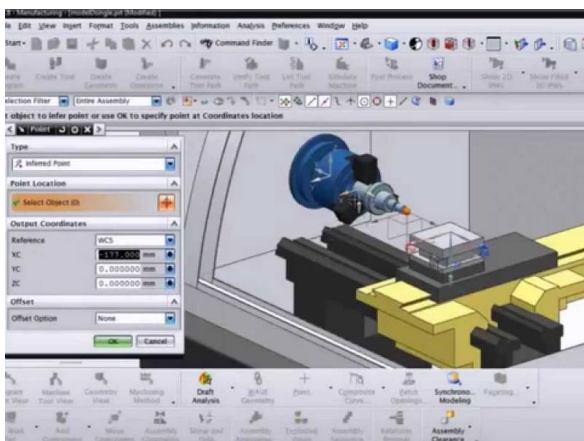

Рис. 54. Интерфейс NX CAM
При входе в команду на экране появляется диалоговое окно параметров команды (рис. 53). После нажатия ОК отобразится механизм в разных положениях (рис. 54). Для прекращения анимации во время работы нажмите <Esc>.
*NX CAM* (рис. 54) — модуль подготовки управляющих программ для станков с ЧПУ.